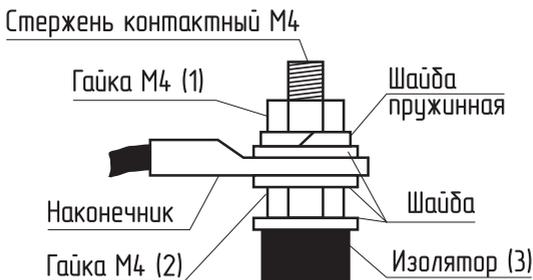

Рис.7 Присоединение проводов к выводам блок ТЭН
- При замене блок ТЭН присоединение фазных проводов к выводам блок ТЭН производить согласно **Рис.7**. Сечение кабеля указано в **таблице 1**;
- Провод нейтралы «N» подключить на перемычку блока ТЭН (**Рис.7**).